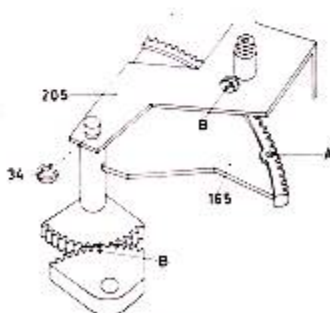

Bild 2
- Der Antriebsriemen 142 wird zur Geschwindigkeitsumschaltung benutzt. Um ihn auszuwechseln, muß der Bügel 144 abgeschraubt werden. Die Geschwindigkeit wird auf 19 cm/sec geschaltet, der Antriebsriemen in die Rille A (siehe Bild 2) gelegt und dann auf 9,5 cm/sec umgeschaltet. Der Antriebsriemen läßt sich herausnehmen, wenn die Sicherungsscheibe 34 abgenommen und der Bügel 205 etwas angehoben wird.
Die Geschwindigkeitsumschaltung muß mit den Zahnsegmenten so eingestellt werden, daß die Markierungen B (siehe Bild 2) bei 9,5 cm/sec übereinstimmen. Der Riemenanleger darf in keiner Stellung den Antriebsriemen berühren. Die Bandgeschwindigkeit läßt sich genau einstellen, wenn die Motorrolle demontiert wird und bei zu hoher Geschwindigkeit eine Scheibe 136 hinzugefügt, bei zu niedriger Geschwindigkeit eine Scheibe 136 entfernt wird. Eine Scheibe ergibt eine Geschwindigkeitsänderung von 0,5 %.